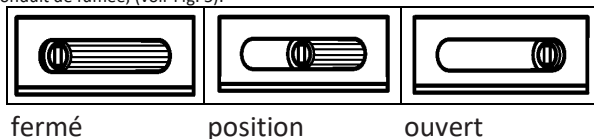

Fig. 4. Exemple de réglage de l'alimentation en air du foyer (vue de la façade de cendrier)
- la position de l'obturateur situé dans le cendrier en réglant l'arrivée d'air au fond du foyer (voir Fig. 4),